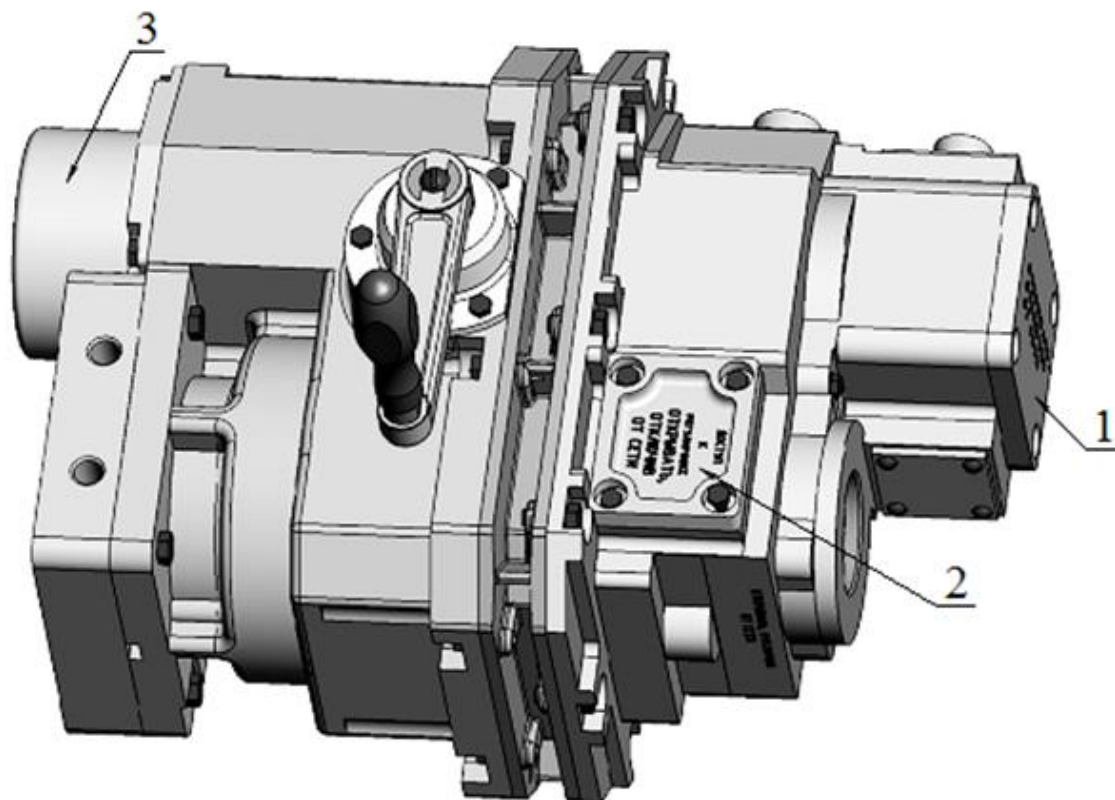

Рисунок 4
- снять с привода крышку 2 (рисунок 4), удалить герметик с поверхности крышки и корпуса привода;
- снять с привода крышки (рисунок 4), удалить герметик с поверхности крышки и корпуса привода;